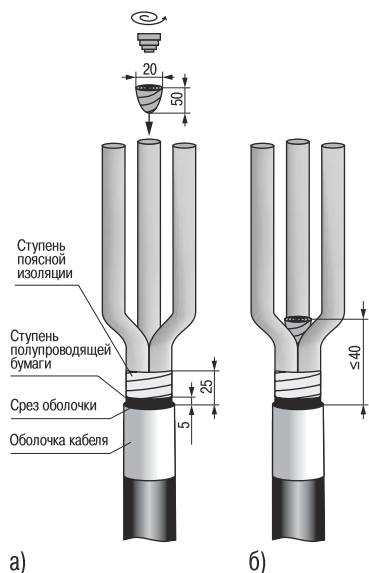

Рисунок 7
4.20 На расстоянии 5 мм от среза оболочки наложить временный бандаж на полупроводящий бумажный экран из 2–3 витков ХБ нити. Ленты экрана удалить от края поясной изоляции до бандажа. Бандаж удалить (рисунок 7а).
4.22 Из короткой ленты герметика сделать конус и тщательно вдавить его в «корешок» разделки кабеля. После уплотнения расстояние от края герметика до среза оболочки не должно превышать 40 мм (рисунок 7б).